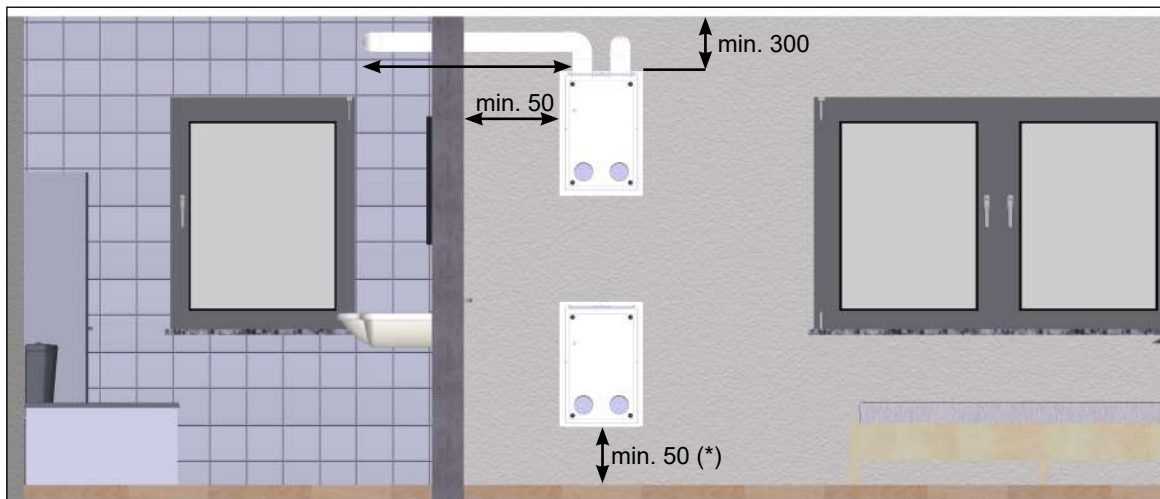
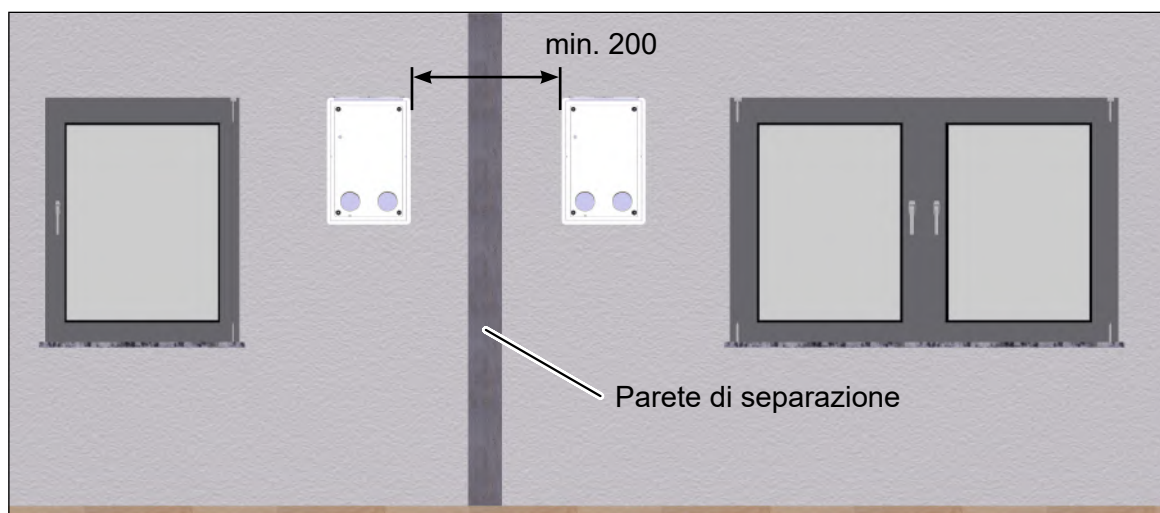

Fig. 4: Distanze minime e possibilità di posizionamento del set di montaggio M-WRG-II M-U2, misure in millimetri
Fig. 5: Distanza minima laterale fra due cassette a muro, misure in millimetri
- Il set di montaggio sotto intonaco (cassetta a muro) deve essere installato in modo tale che le aperture per l'allacciamento per tubo flessibile o per canale piatto siano sempre rivolte verso l'alto (vedere la Fig. 4).
- ▶ Rispettare le seguenti distanze minime (vedere la Fig. 4 e la Fig. 5):
- La distanza dallo spigolo laterale e da quello inferiore della cassetta a muro alle superfici adiacenti deve essere di almeno 50 mm (eccezione: si utilizza un allacciamento condensa, vedere (\*) in Fig. 4). Rispettando la distanza minima sarà più facile usare l'apparecchio di ventilazione. In questo modo si potrà effettuare la sostituzione del filtro dell'aria senza problemi.